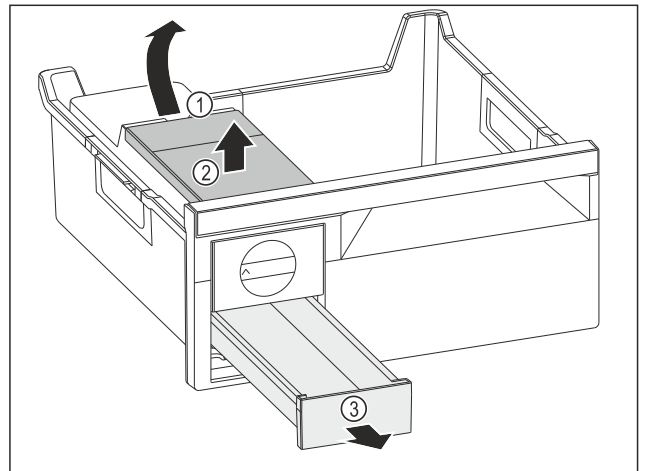

Fig. 104
- Estrarre il serbatoio dell'acqua: Sollevare il serbatoio dell'acqua nel vano Fig. 104 (1).
- Estrarre il serbatoio dell'acqua Fig. 104 (2) verso l'alto.
- Estrarre il cassetto del ghiaccio Fig. 104 (3) in avanti.